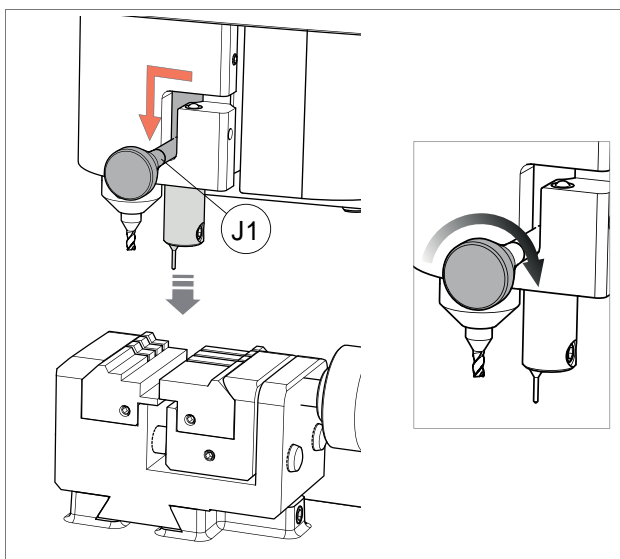

Fig. 56
- **ACTIVATING THE TRACER 01T (Fig. 56)**